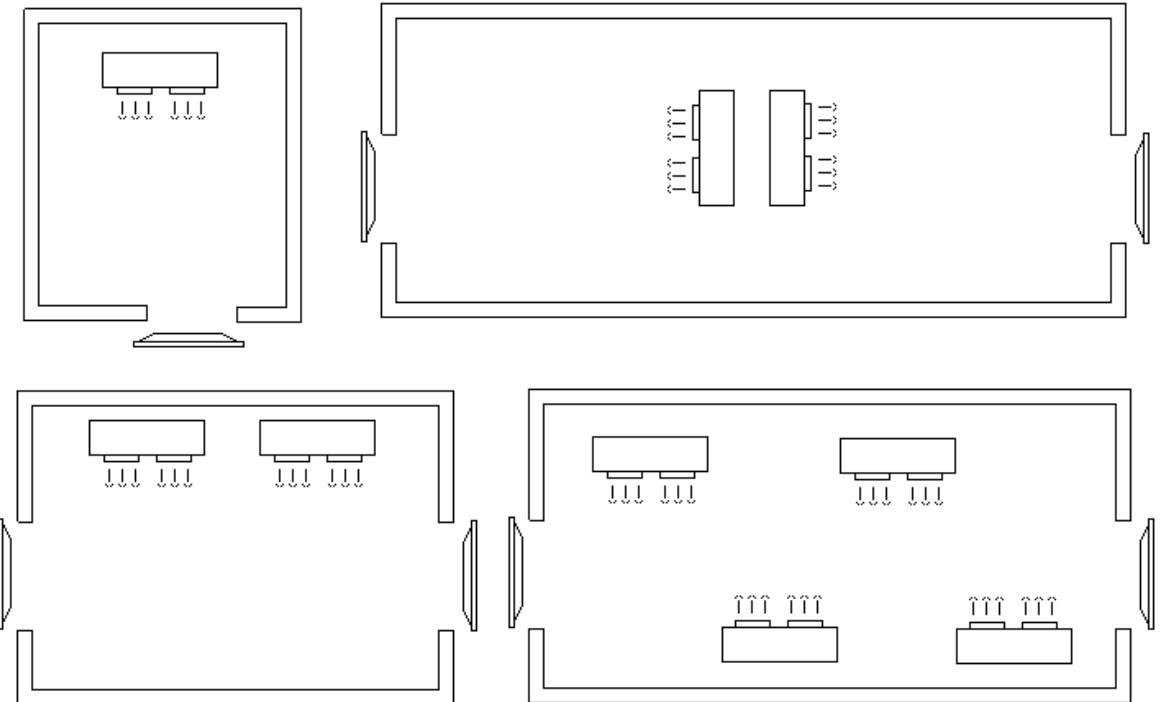

Figura 1 – Localização de evaporadores na câmara
- Posicionar evaporador(es) conforme Figura 1.